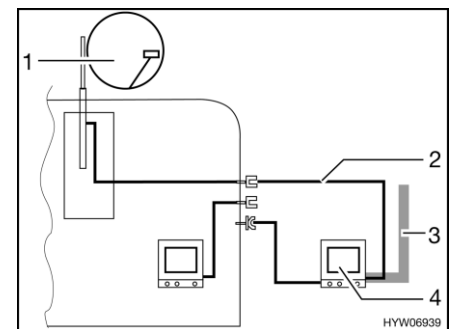

Fig. 197 TV nella tenda veranda
- TV nella tenda veranda (Fig. 197,4): Collegamento all'antenna del tetto (Fig. 197,1) con cavo di collegamento (Fig. 197,2)
- TV nella tenda veranda (Fig. 197,4): Collegamento a antenna esterna (Fig. 197,3)